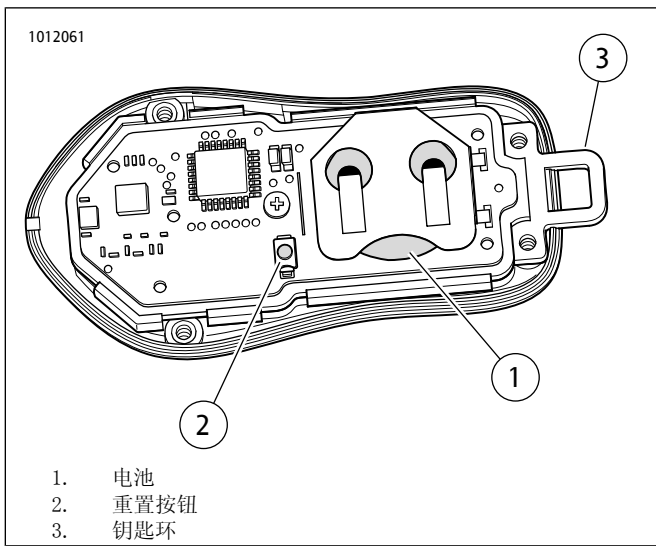

图5。遥控钥匙重置与电池
参见图5。取掉盖子后，钥匙环( 3 )会掉落。请注意不要丢失。
参见图5。取下用于固定遥控钥匙后盖的四颗螺丝。拆下盖。
2. 参见图5。按住按钮( 2 )，直到车辆上的SpectraGlo灯在所有七个色带间循环亮起。再按住5秒钟，直到车辆上的SpectraGlo灯再次在所有七个色带间循环亮起。
参见图5。取下遥控钥匙后盖的四颗螺丝。拆下盖。